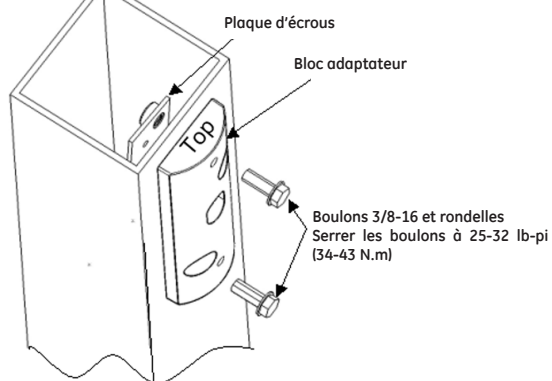

FIGURE 6
- Après avoir vérifié l'orientation de l'extrémité de la plaque adaptatrice, installez la plaque sur le poteau avec l'aide de la plaque d'écrou, des boulons 3/8-16 et des rondelles incluses, conformément à l'illustration. Serrez les boulons 3/8-16 avec un couple de 25-32 lb-pi (34-43 N.m) (voir la figure 6).